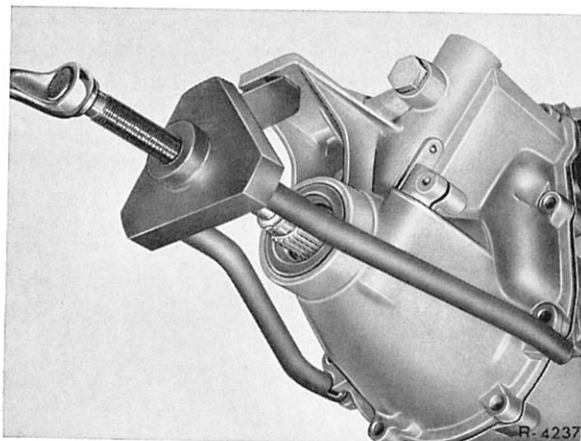

Bild 27-1/8
9 Schraubenrad des Tachometerantriebs (15), Exzenterring für Sekundärpumpe (16) und Fliehkraftregler (17) von der Abtriebswelle abnehmen (Bild 27-1/9).